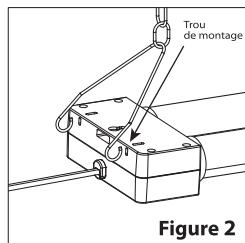

Figure 2
2. Fixez une chaîne à chaque crochet en V et fixez les deux crochets en V aux trous des deux côtés supérieurs de l'appareil (voir la figure 2).